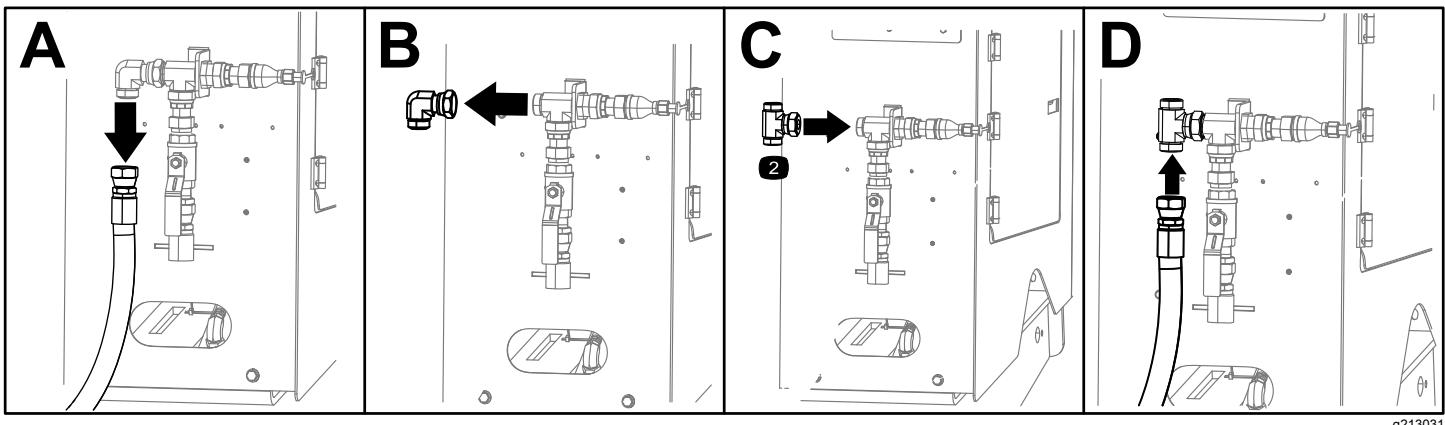
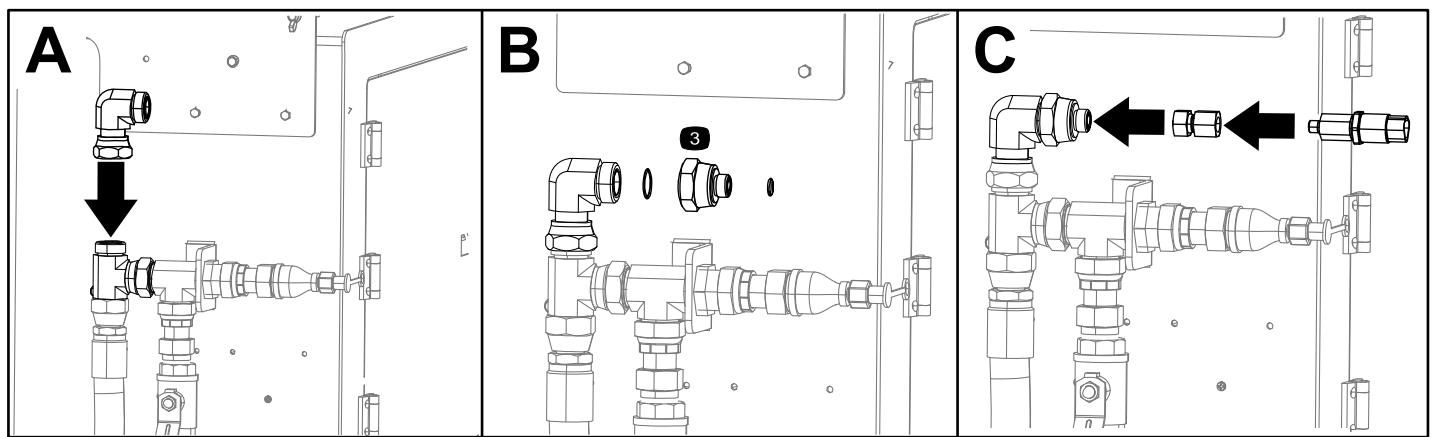

Figura 10
Figura 11
1. Retire la manguera del acoplamiento de la caja de control trasera (Figura 10, A).
2. Retire el acoplamiento de la caja de control trasera (Figura 10, B).
3. Instale el acoplamiento en T en la caja de control trasera (Figura 10, C).
4. Instale la manguera en el acoplamiento en T (Figura 10, D).
5. Instale el acoplamiento que retiró en 2, ilustrado en Figura 10, B (Figura 11, A).
6. Instale el racor y las juntas tóricas (Figura 11, B).
7. Instale el conjunto del transductor que retiró en el paso 3 de Desconexión del transductor (página 5) (Figura 11, C).